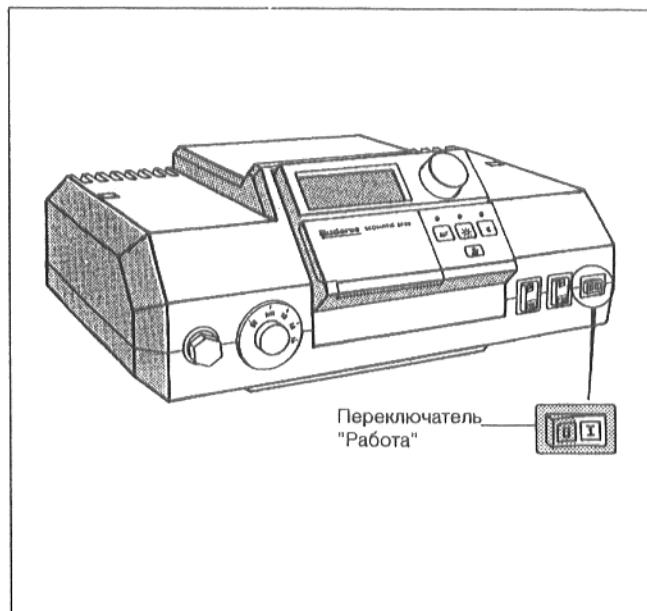

рис. 4 Ввод в эксплуатацию
- Установить переключатель "Работа" (рис. 4) в положение I (ВКЛ).
- Установить переключатель "Работа" (рис. 4) в положение 0 (ВыКЛ).